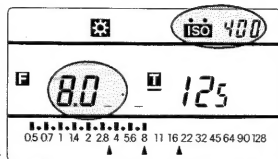

図34
(2)測定後にISOキーを押したままメモリーリコールキーを押すと、メモリーされているISO値と演算された測定値が呼び出されます。(図34)